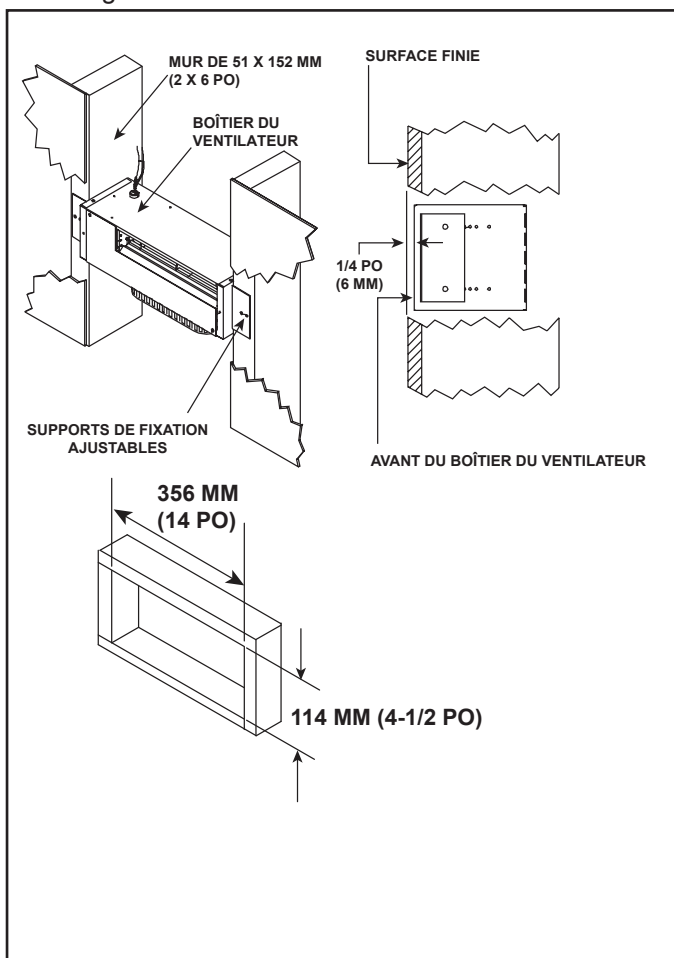

Figure 6.12 Montage au mur (2 X 6)
- Attachez l'adaptateur circulaire à ovale. Voir la figure 6.12.
Montez et fixez l'assemblage du boîtier du ventilateur aux éléments de la charpente afin que la surface avant se trouve à 6 mm (1/4 po) sous le mur fini. Utilisez les supports de montage et les vis fournies dans l'ensemble. Voir la figure 6.12.